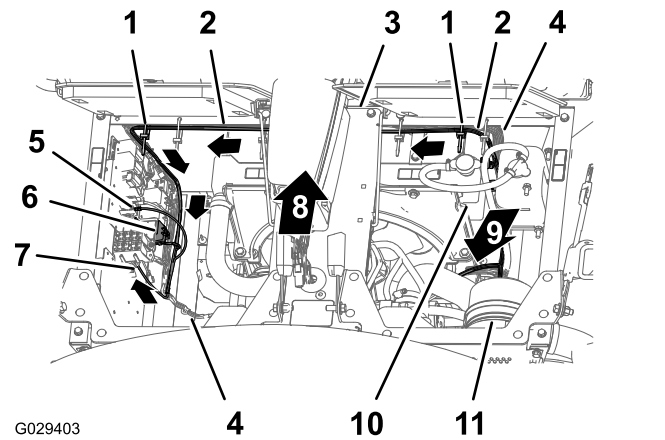

图 12
3. 沿着散热器的左侧向下安装线束的 197cm 发动机舱支管穿过配电板的底部图 12。
4. 如 图 12 所示用 2 个扎带将修整组件的线束固定到机器线束上。